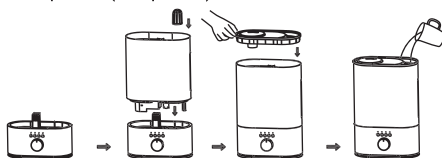

Рис. 3
1. Снимите крышку резервуара, наполните резервуар отфильтрованной или очищенной водой или поднесите резервуар к крану, чтобы наполнить его водой. Не превышайте уровень отверстия выхода пара. Есть возможность наполнить резервуар водой, используя верхний залив. Поднесите емкость с водой к крышке резервуара для воды и налейте отфильтрованную воду через отверстие (см. рис. 3).